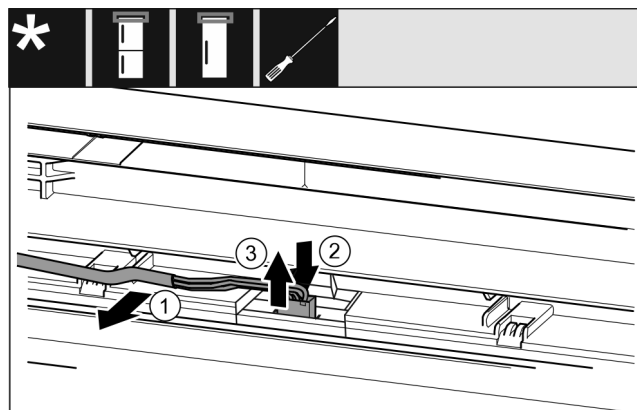

Fig. 20
- Sortir délicatement le câble gris du guide dans la porte. Fig. 20 (1)
- Pousser vers l'arrière la languette située derrière la prise. Fig. 20 (2)
- Tirer soigneusement la prise vers le haut. Fig. 20 (3)